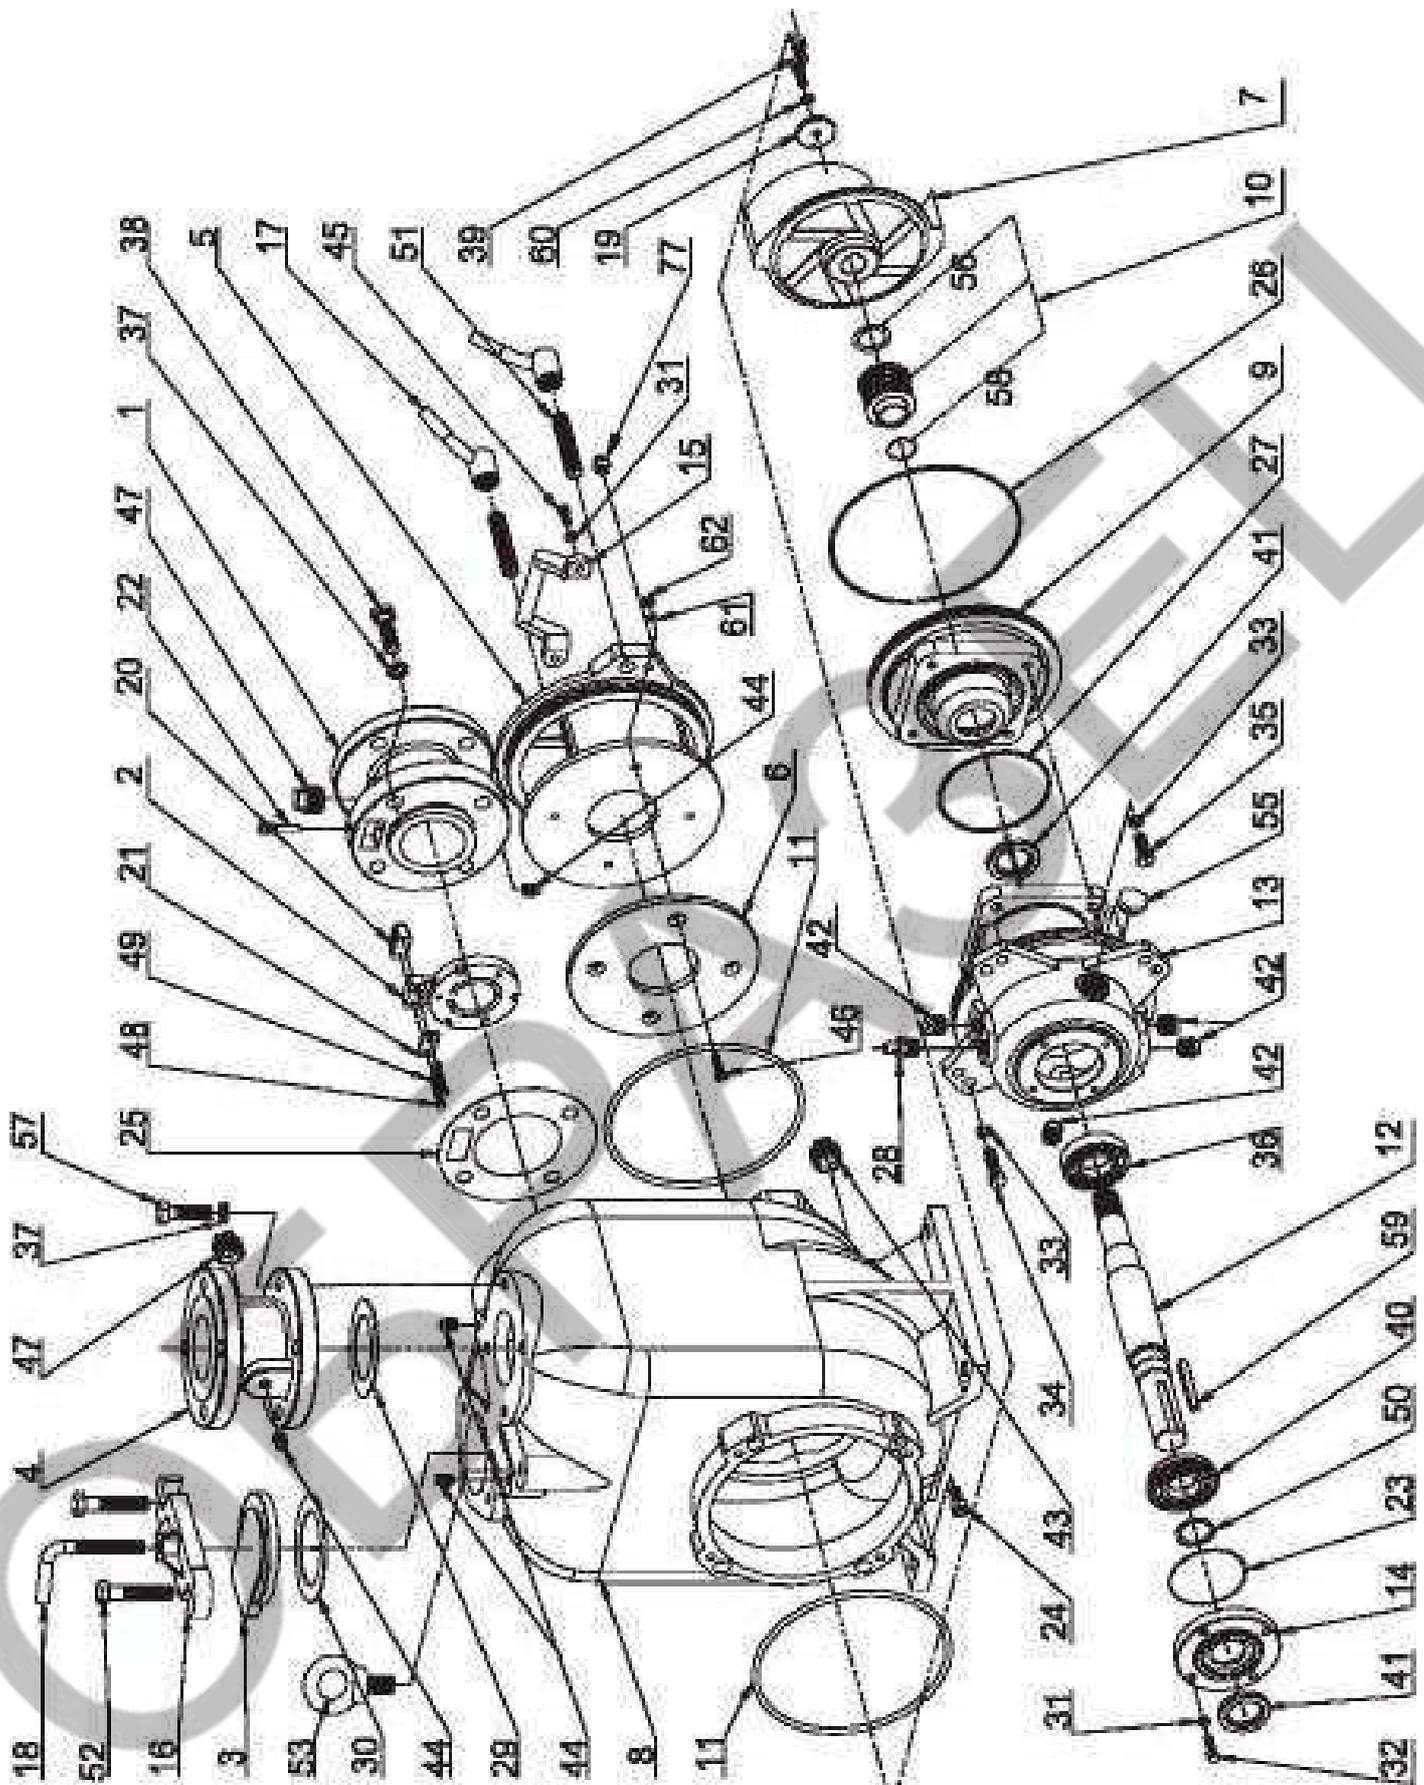

Рис. 9 Схема самовсасывающего насоса Иртыш-НС2
22. Дальнейшую сборку производить в порядке обратном разборке. Зазор между рабочим колесом и крышкой торцового уплотнения должен быть в пределах 0,8-1,2мм. При необходимости используйте регулировочные прокладки. Зазор между рабочим колесом и диском уплотнительным 0,5-0,8мм. Для регулировки используйте винты Рис. 9, 10 поз. 24.
Схема самовсасывающего насоса Иртыш-НС2 к рис. 9.